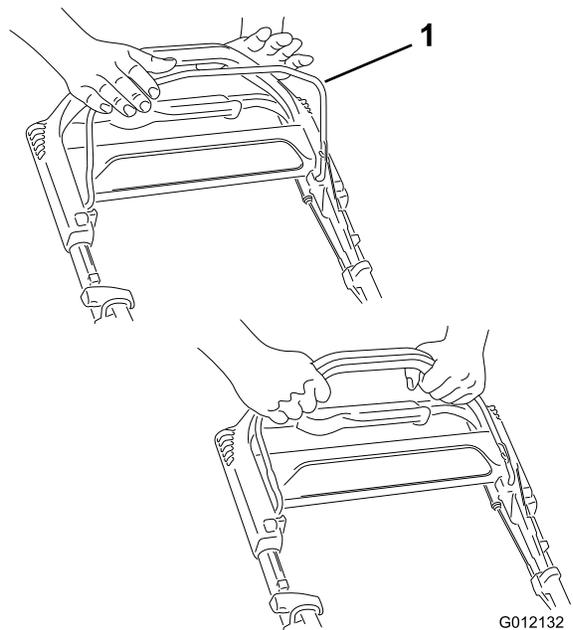

Figure 12
2. Maintenez la barre de commande de la lame (Figure 12) contre le guidon.